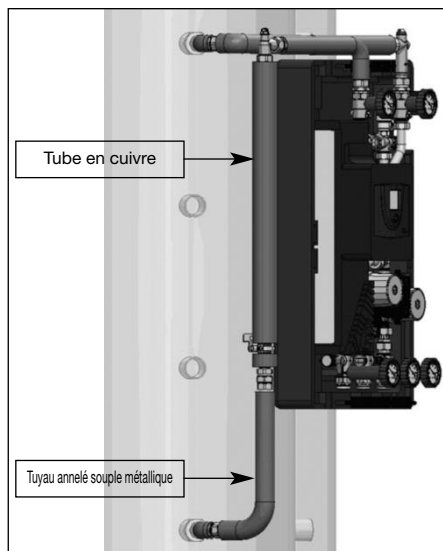

Fig. 6.11
- Monter le tuyau annelé souple métallique (voir fig. 6.11 en bas).
- Couper le tube en cuivre à la longueur souhaitée, le monter et le fixer à l'aide du collier d'attache (voir fig. 6.11 en haut, merci d'observer les instructions «Couper le tube en cuivre à la longueur souhaitée» ci-après)